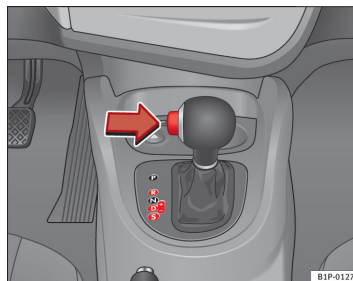

Fig. 126 Kørsel
- Tryk på knappen på gearvælgeren (til venstre) ⇒ Fig. 126.